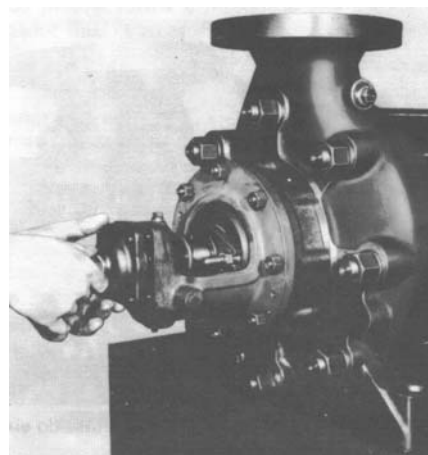

Figura 40 – Montagem da tampa do mancal
- Montar a tampa do mancal (360.2) com a junta plana (400.1). Vide Figura 40.